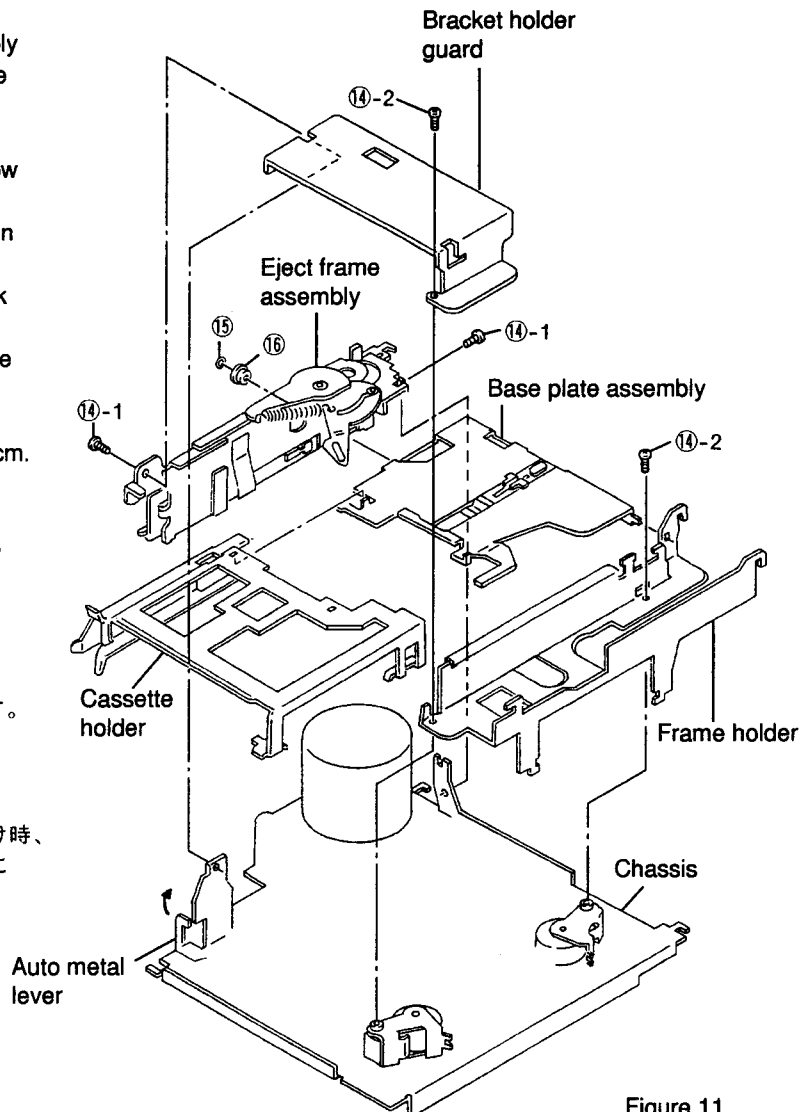
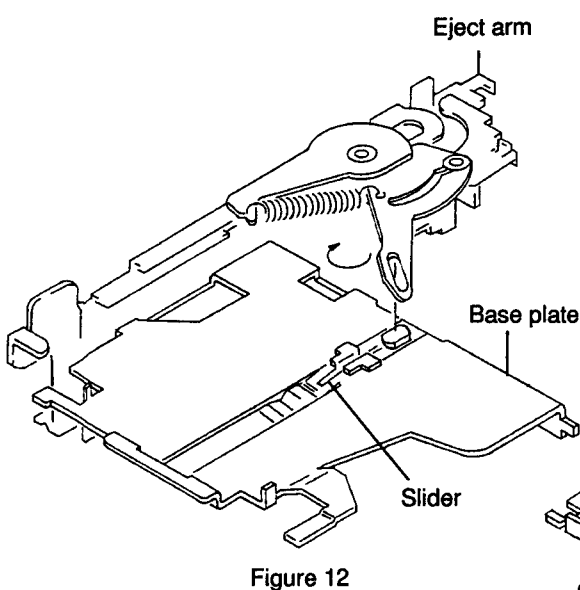

Figure 11
Figure 12
- (1) Remove four screws ⑭ and remove the eject frame assembly and the frame holder as shown in Figure 11.
- (2) Remove M1.2 lock washer ⑮ and plate base roller ⑯ and remove the cassette holder and the base plate assembly as shown in Figure 11.
- (3) Remount them following the removal steps in the reverse order.
(Refer to Figure 12)
- ② When mounting the eject frame assembly, push the auto metal lever in the direction indicated by the arrow in the Figure 11.
- ③ When mounting the base plate assembly and the eject frame assembly, or when mounting the eject frame assembly to the chassis, do not apply excessive force to avoid deformations of the eject arm and the frame.
- ④ Do not reuse the used washers. Take care to avoid damage by piercing and tearing.
- ⑤ Fasten the two screws ⑭-1 with a fastening torque of 6kg.cm. and the two screws ⑭-2 with a fastening torque of 1.5kg.cm.
- (1) 4本のネジ⑭を外し、イジェクトフレーム組立及びフレームホルダーを外します。(図11参照)
- (2) ロックワッシャー⑮ (M1.2) とプレートベースローラー⑯を外し、カセットホルダーとベースプレート組立を外します。(図11参照)
- (3) 分解方法と逆の手順で取り付けます。
- 【注意】 ① カセットホルダーとベースプレート組立を組み立てる際、スライダーのシャフトをイジェクトアームに挿入し、図の様に矢印方向に回しながら取り付けます。この時カセットホルダーとベースプレートはカセットインの状態で行うこと。(図12参照)
- ② イジェクトフレーム組立をシャーシーに取り付ける際、オートメタルレバーを図の様に矢印方向に押して下さい。(図11参照)
- ③ ベースプレート組立とイジェクトフレーム組立を取り付ける際、又、シャーシーとイジェクトフレーム組立を取り付ける際は、必要以上の力を加えないで下さい。(イジェクトアーム、フレームの変形防止の為)
- ④ 一度使用したワッシャーは、使用しないこと。又、口開き、めくれのないこと。
- ⑤ ネジ⑭-1は6kgcm、⑭-2は1.5kgcmのトルクで締め付けること。